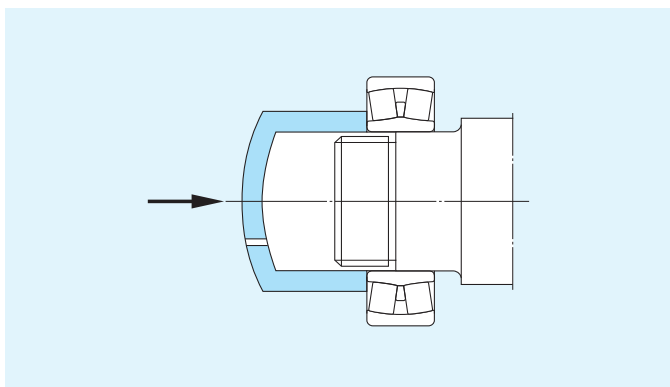

図 5-2 取付け治具
1) しめしろの少ない小形の軸受では、図 5-2 のような治具を使用し圧入する。